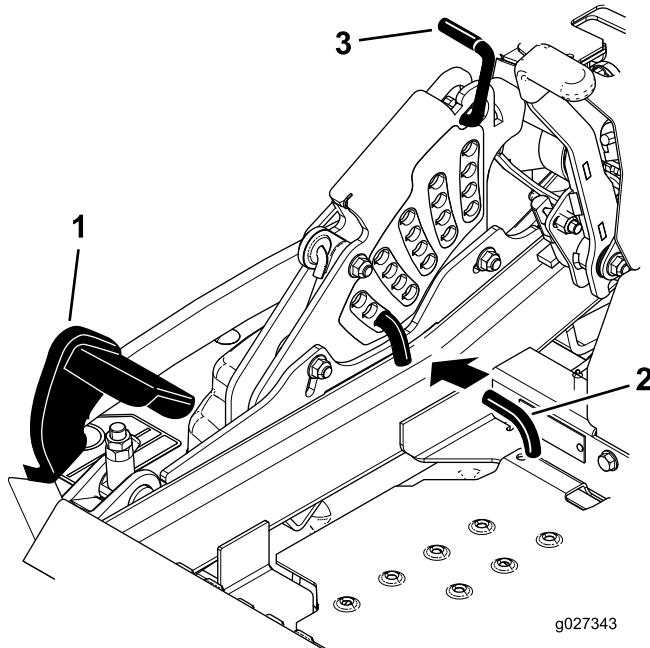

Figure 114
5. Enfoncez la pédale de levage du tablier de coupe au maximum pour verrouiller le tablier à la position transport de 14 cm (5½ po) (Figure 114).